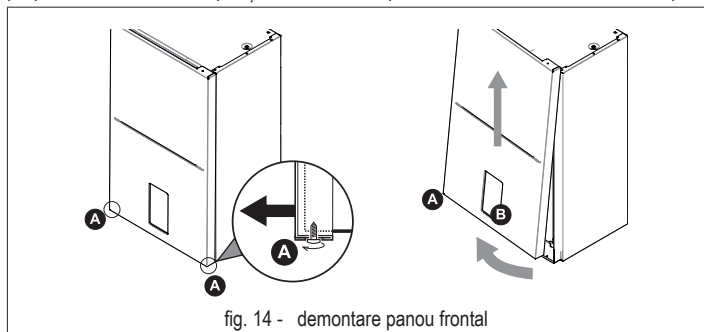

fig. 14 - demontare panou frontal
- Deșurubați parțial șuruburile A (consultați „fig. 14 - demontare panou frontal”).
- Scoateți panoul B și desprindeți-l din elementele de fixare din partea de sus (consultați „fig. 14 - demontare panou frontal”).